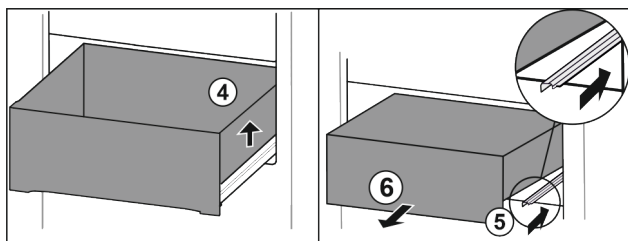

Fig. 35
- ▶ Nadzvedněte zásuvku vpravo. Fig. 35 (4)
- ▶ Zasuňte pravou kolejničku. Fig. 35 (5)
- ▶ Vyměte zásuvku dopředu. Fig. 35 (6)